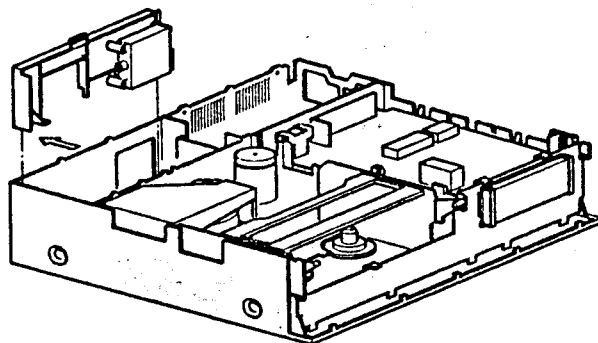

FIG. 2-9
- Kombinationseinheit 1010 mit Halter Pos.102 lässt sich nun ganz beseitigen, dadurch dass die Rückseite des Untergehäuses ein wenig auswärts gedrückt und der Halter nach oben fortgenommen wird (siehe Bild 2-9).